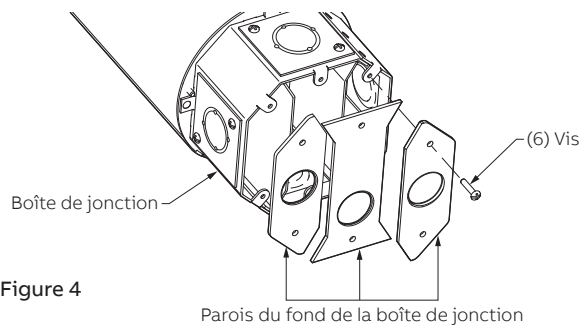

Figure 4
- 4.1 Retirez les 3 parois du fond de la boîte de jonction en enlevant les 6 vis qui les maintiennent en place (voir la figure 4).
- 4.3 Remplacez les 3 parois du fond de la boîte de jonction en utilisant les 6 vis retirées à l'étape 4.1 (voir la figure 4).